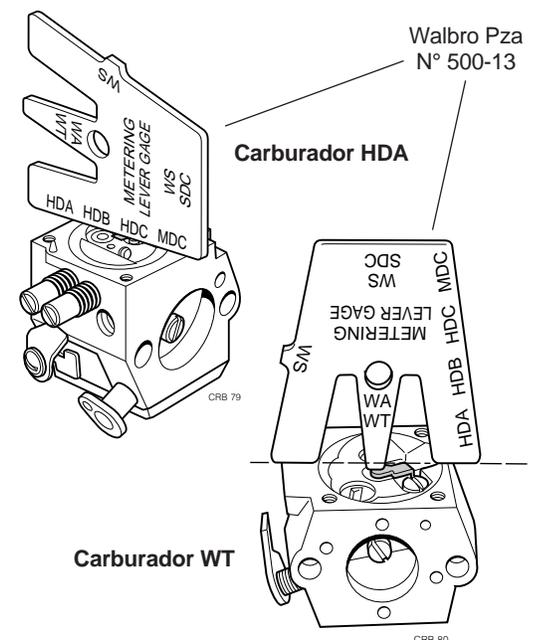

Figura 3.26 Verificando la altura de la palanca medidora
- Después de instalar el conjunto de la palanca del medidor, use una regla y un calibre para medir espesores o use un medidor Walbro Pza. N° 500-13 para verificar la altura apropiada de la leva medidora (figura 3.26)